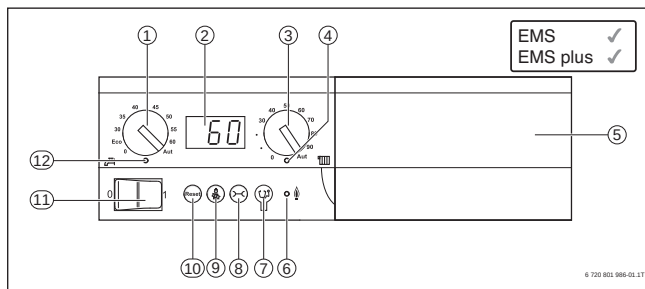

Рис. 20 Індикація та елементи керування базового контролера Logamatic BC10 (напр., Logamax plus GB162)
Базовий контролер Logamatic BC10 (див. рис. 20) є основним блоком керування пристроєм Logamax plus GB162. Logamatic BC10 містить всі необхідні елементи для керування опалювальною установкою. Крім того, в Logamatic BC10 знаходиться роз'єм для приєднання блоку керування RC310 (див. рис. 20, [5]), завдяки якому доступні інші функції для зручності керування системами регулювання. BC10 має інтерфейс шини EMS, через який він з'єднується з системою регулювання Logamatic EMS plus.
- Регулювання температури гарячої води (див. рис. 20, [1], стор. 45).
- Індикація стану і діагностика несправностей на РК-дисплеї (див. рис. 20, [2], стор. 45).
Аварійний режим активується (тільки для режиму опалення), коли кнопка «Сажотрус» натискається й утримується довше 8 секунд (див. рис. 20, [9], стор. 45). Активний аварійний режим відображається блиманням останньої крапки десяткового дробу. Встановлена температура котла підтримується постійно.
- Обмеження температури води котла (див. рис. 20, [3], стор. 45)
- Світлодіодний індикатор «запит тепла – гаряча вода та опалення» (див. рис. 20, [4], стор. 45).
- Світлодіодний індикатор «Режим роботи пальника» (див. рис. 20, [6], стор. 45).
- Роз'єм для штекера діагностичного пристрою для приєднання комп'ютера (див. рис. 20, [7], стор. 45).
- Кнопка «Індикація стану» для перемикачів дисплея на різні функції (див. рис. 20, [8], стор. 45)
- Кнопка «Сажотрус» для тестування димових газів та роботи в ручному режимі (див. рис. 20, [9], стор. 45).
- Кнопка «Скидання» для усунення несправностей пальника (див. рис. 20, [10], стор. 45).
- Вмикання та вимикання котла та всіх встановлених на котлі модулів через головний вимикач (див. рис. 20, [11], стор. 45)
- Світлодіодний індикатор «Приготування гарячої води» (див. рис. 20, [12], стор. 45)